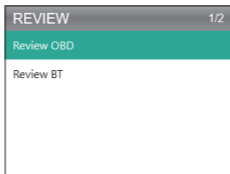

Abbildung 5.1.2
2. Im Untermenü können Sie auswählen, ob Sie die OBDII-Diagnoseaufzeichnungen oder die Batterietestergebnisse anzeigen möchten. (Siehe Abbildung 5.1.2)